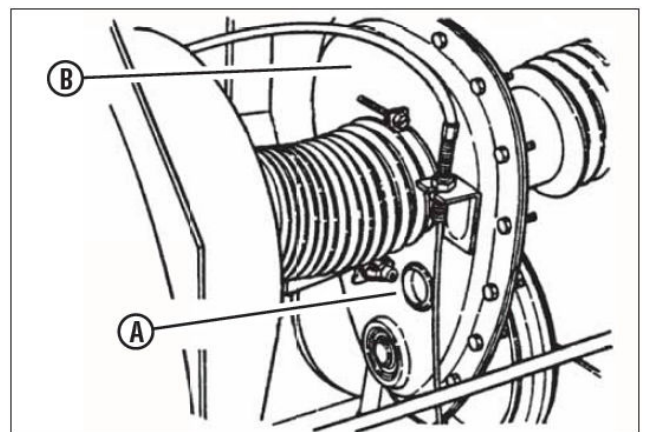

Рис. 29. Проверка смазки корпуса цепи
3. Проверьте пробку отверстия (А, рис. 29) на повреждение. Если она изношена или повреждена, замените ее на новую.